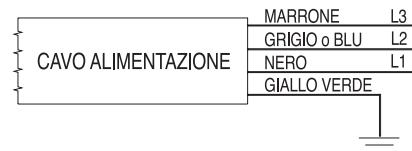

figura 1
**ATTENZIONE!** Eseguire il collegamento di terra prima di qualsiasi altro collegamento (Cavo giallo-verde). I tre conduttori devono essere collegati ad una linea trifase con tensione e frequenza pari a quelli indicati in targa o ad un quadro di avviamento con eventuali dispositivi di riduzione della corrente di spunto. (Vedi schema elettrico, figura 1).